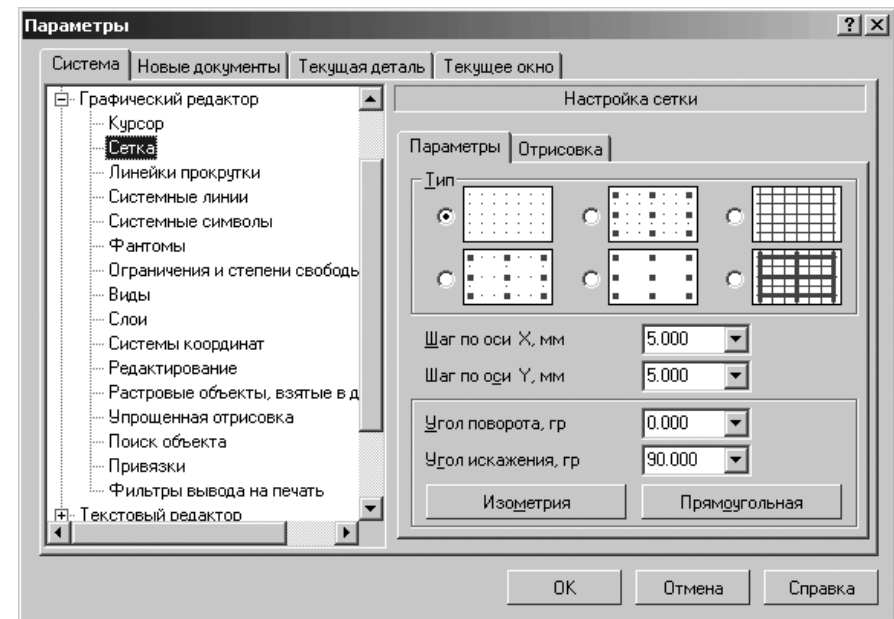

Рис. 9.17. Диалоговое окно **Параметры** с открытой вкладкой **Система**, с открытой панелью **Настройка сетки** и вкладки **Параметры**
- щелкните по пункту **Сетка**. Откроется в правой части диалогового окна панель **Настройка сетки** (рис. 9.17);